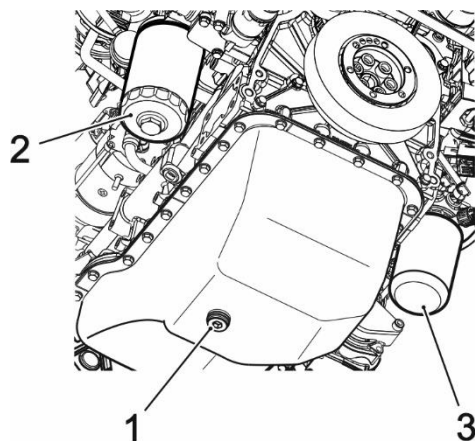

**Рис. 4.1.2 Замена масла и фильтров двигателя**
2. Отвернуть сменный масляный фильтр 2 (рис. 4.1.2), с помощью приспособления для демонтажа фильтрующих элементов.